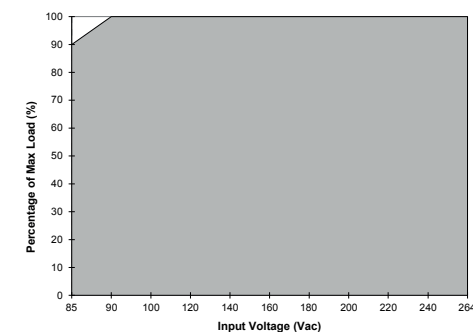

Fig. 5. Input Voltage Derating Curve
5. Input Voltage Derating Curve (Refer to Fig. 5)
5. 入力電圧ディレーティング (図 5 をご参照ください)